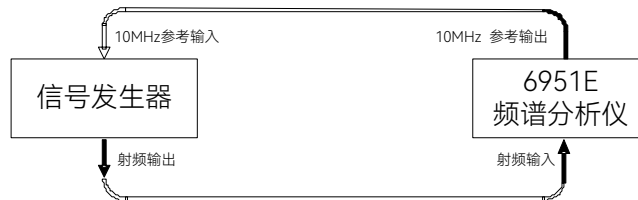

图7.3 扫描时间和触发测试
- 1) 开机预热 30 分钟,按图 7.3 连接测试设备,将信号发生器输出接到被测 6951E 的输入, 6951E 的 10MHz 输出端接信号发生器的 10MHz 输入端口。